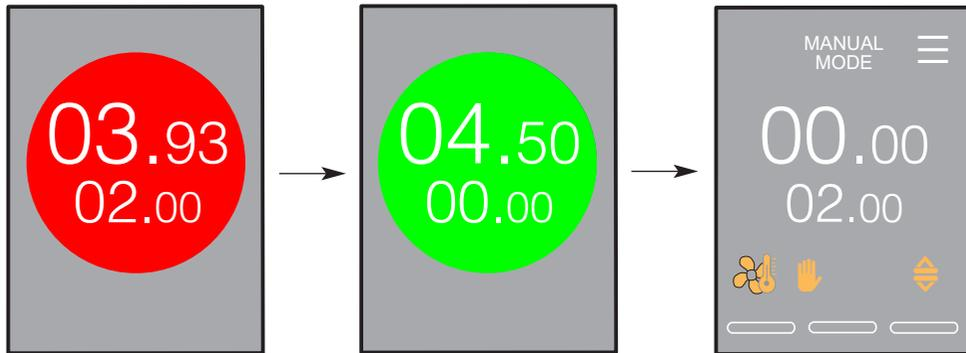

Fig. 5c
- 4** Appuyer sur le bouton de démarrage (10, Fig. 1) avec la coupe porte-filtre et la maintenir enfoncée pendant la durée souhaitée qui s'affiche à l'écran à l'intérieur d'un feu rouge (voir Fig. 5c). Une fois le bouton de démarrage relâché, le SweepOut est activé pendant le temps défini. Retirer la coupe porte-filtre uniquement après le feu vert.